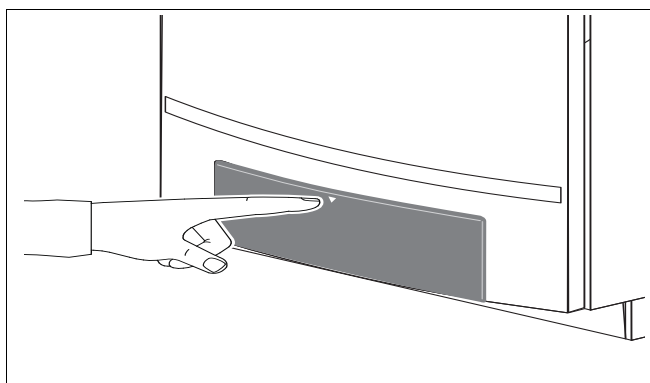

Fig. 29 Åbning af betjeningsfeltet
- Åbn betjeningsfeltet ved at trykke på det (fig. 29).